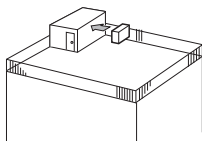

Fig. 2-2
- ① Coloque la salida de aire de frente a la pared más próxima a una distancia de unos 35 cm de ella. (Fig. 2-2)